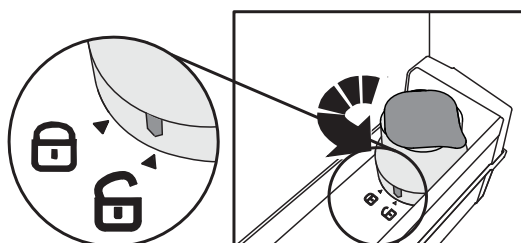

Fig. 3
- Deblocați întregul filtru, rotindu-l în sens antiorar (Fig. 3)
(Puteți efectua procedura descrisă în Activarea filtrului cu cărbune și Instalarea filtrului - Fig. 3,4,5,6,7,8).